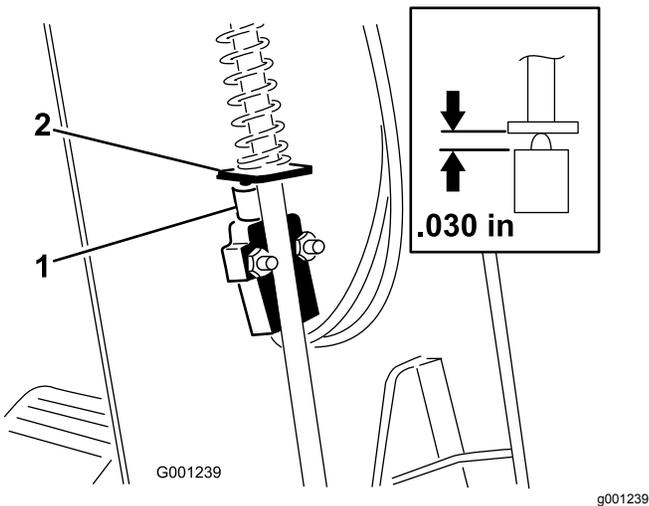

図 74
3. カバーを上へスライドさせて駐車ブレーキスイッチを露出させる 図 74。
5. 駐車ブレーキのロッドのパドルとスイッチのプランジャとを整列させる 図 74。
6. 駐車ブレーキロッドを押し下げ、スイッチが押し上げられてプランジャが圧縮された時のプランジャの長さを 0.76 mm とする 図 74を参照。